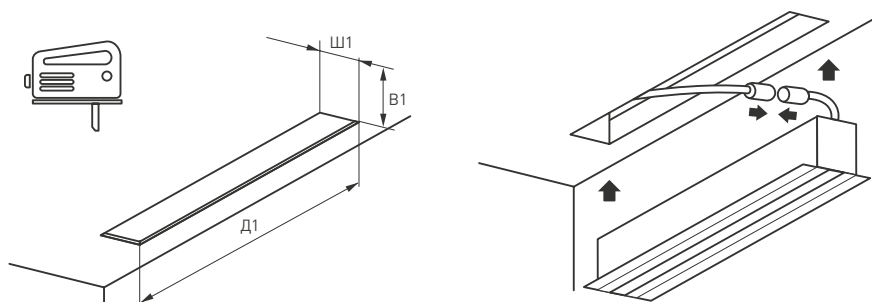

Рисунок 2. Установка светильников на пружинных креплениях в нишу потолка.
- Присоедините провода питания светильника к источнику питания DC 24 В. Для этого используйте специальный коннектор и герметичную кабельную муфту (см. рисунок 2). Соблюдайте порядок подключения проводов: коричневый (красный) — «+»; синий (черный) — «-». Светильники оборудованы двумя проводами питания, расположенными в начале и в конце светильника. Провода имеют герметичные соединительные разъемы гнездо/штеккер. Для присоединения к источнику питания DC 24 В (приобретается отдельно) необходимо использовать присоединительный коннектор (NEO-TAIL-R15-200-CON-M, арт. 028120). На свободный разъем последнего светильника в линии необходимо устанавливать герметичную крышку (NEO-CAP-R15-CON-F, арт. 028121).